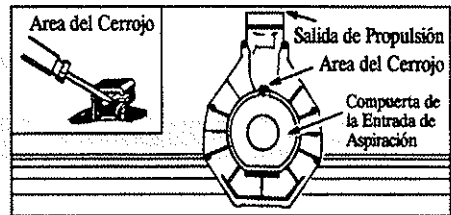

Figura 5
- Coloque el aparato, con la abertura de propulsión hacia arriba, en una superficie plana (Figura 5). Abra la compuerta de la entrada de aspiración de la forma siguiente:
- Introduzca un destornillador en el área del cerrojo. Figura 5.